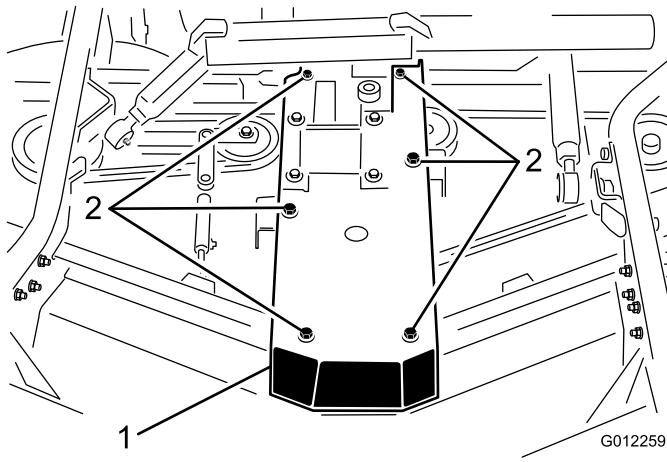

Figura 23
3. Retire los tornillos de caperuza y las tuercas que sujetan la placa de la caja de engranajes a las acanaladuras de la plataforma (Figura 23). Retire la tapa de la caja de engranajes de la caja de engranajes y colóquela sobre la plataforma.